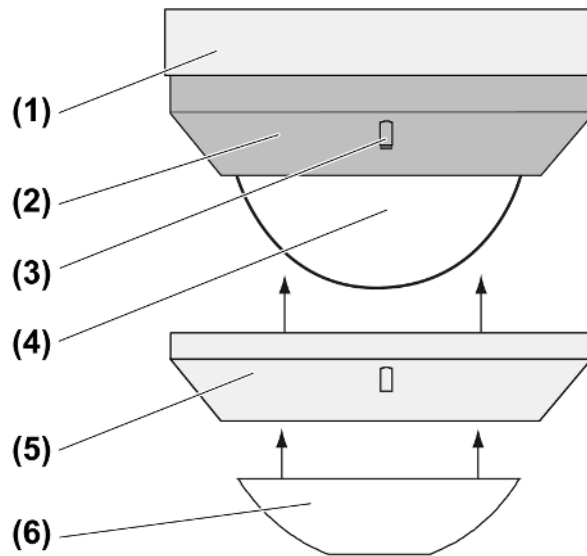

Bild 1
Hinter dem Sensorfenster (4) befinden sich eine rote und eine blaue LED (siehe Bild 1) zur Signalisierung verschiedener Betriebszustände.